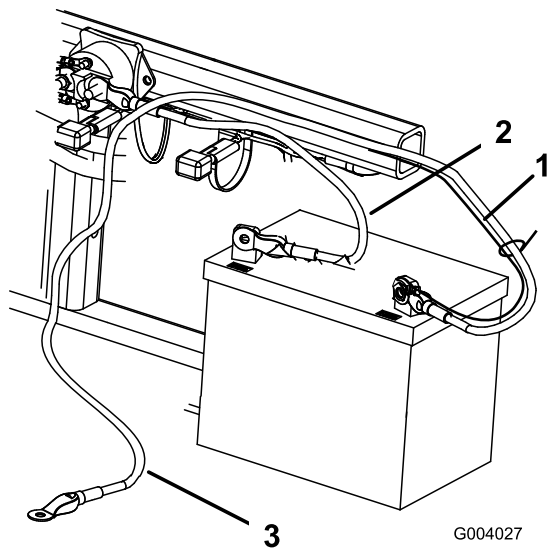

Figura 5
2. Fissate il cavo positivo (rosso) al morsetto positivo (+) con un bullone da 1/4- x 5/8 poll. e un dado di bloccaggio (Figura 5).
3. Fissate il cavetto nero ed il cavo negativo (nero) al morsetto negativo (-) della batteria con un bullone (1/4 x 5/8 poll.) e un dado di bloccaggio (1/4 pollice) (Figura 5).